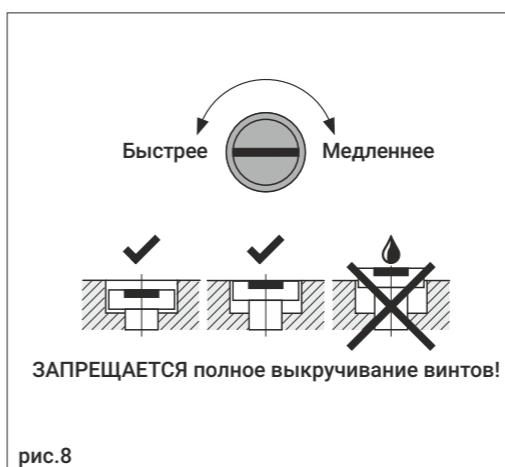

рис.8
- Отрегулируйте скорости «Закрывания» (1) и «Доводки» (2), не открывая дверь более, чем на 90°. Поворот винта по часовой стрелке замедляет скорость, против часовой стрелки - увеличивает скорость работы функций «Закрывания» и «Доводки», рис.8.